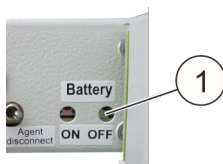

Abb. 16: Akku-Taster
*Vor dem Transport des kompletten Systems die Akkus abschalten: Akku-Taster "Battery OFF" (Abb. 16/1) betätigen.*